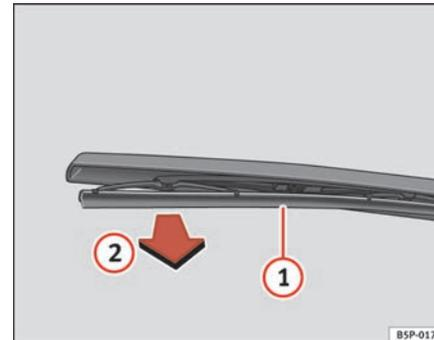

Abb. 169 Scheibenwischerblatt hinten auswechseln
⇒ Abb. 169.
- Hängen Sie das Wischerblatt (1) aus und ziehen Sie es heraus
(2) ⇒ Abb. 169.